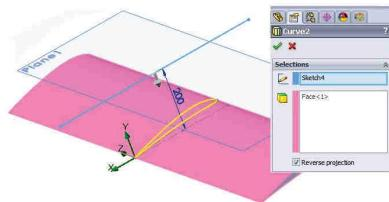

Fig. 16.22
- Selecție schiță **Sketch4** în câmpul **Sketch to Project**, fig. 16.22.
- Select **Sketch4** in the **Sketch to Project** field, fig. 16.22.